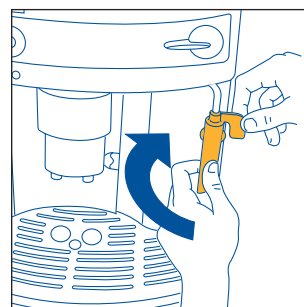

Рис. 25
- Одной рукой держите в неподвижном положении ручку устройства для взбивания молока, а другой отверните устройство для взбивания молока, повернув ее по часовой стрелке и снимите ее, рис. 25.